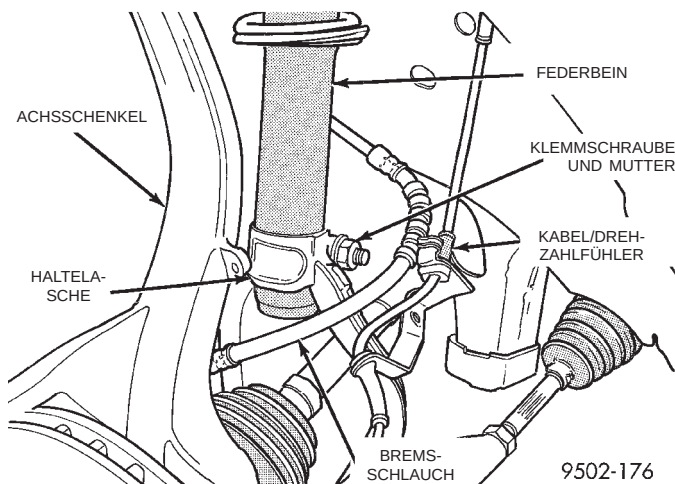

Abb. 6 Klemmschraube an der Haltelasche des Stoßdämpfers
- (8) Die Klemmschraube lösen, mit der die Haltetasche des Stoßdämpfers am Stoßdämpfer befestigt ist (Abb. 6).
(3) Klemmschraube der Haltelasche am Stoßdämpfer montieren (Abb. 6). Die Klemmschraube mit einem Anzugsmoment von 88 N·m (65 ft. lbs.) festziehen.